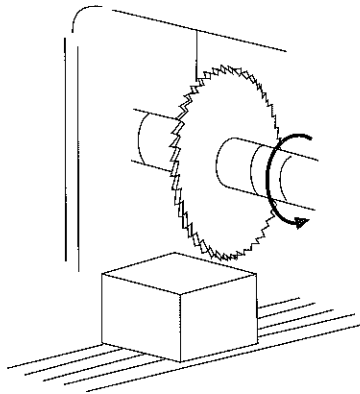

図4
- (1) 支点Oからの距離  $l$  が  $150\text{mm}$  のとき、このクルミを割るために点 A に加える力  $F$  は何 N 以上にすればよいか。
- (2) 点 A に  $20\text{N}$  の力  $F$  を加えてクルミを割りたいとき、支点Oからの距離  $l$  は何 mm 以下にすればよいか。
- 5 図4は、横フライス盤に直径100mmのフライスを取り付けたようすを表している。次の各問に答えなさい。